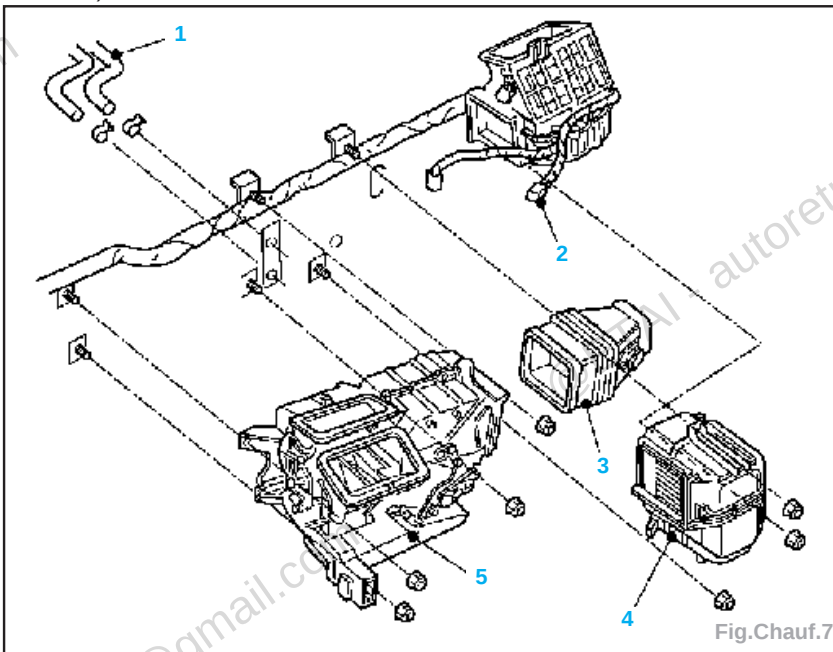

Fig. Chauf.7
- Déposer les durits d'eau (1) du boîtier de chauffage avec les colliers (Fig. Chauf.7).